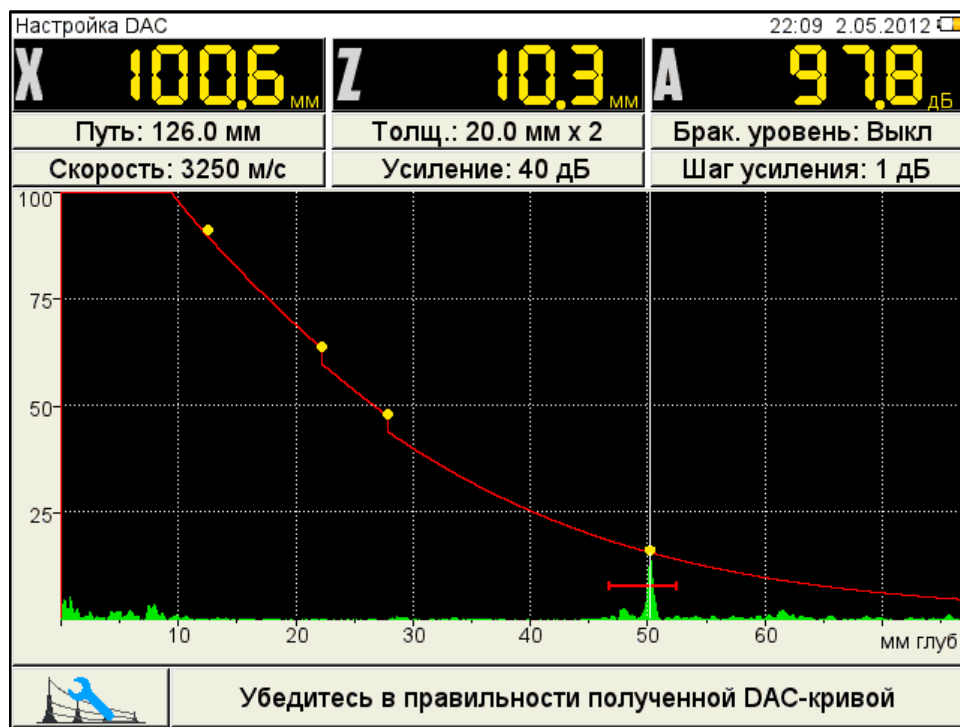

Рисунок 49
- нажать  для построения кривой (рисунок 49).